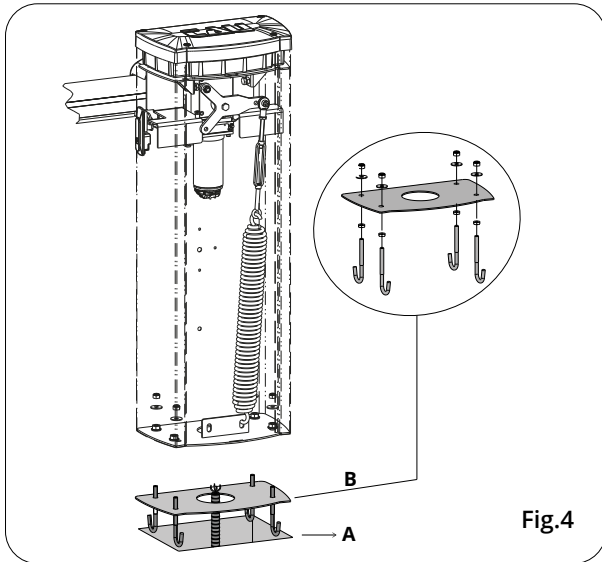

Fig.4
Führen Sie eine rechteckige Platte (A auf Abb. 4) mit geeigneten Abmessungen und Öffnung für den Austritt der Kabel audi forma rettangolare e di adeguate dimensioni prevedendo i fori per l'uscita dei cavi Verwenden Sie nach Möglichkeit eine Fundamentplatte (B auf Abb. 4 und lassen Sie die 4 mitgelieferten Zugstangen in den Zement ein; befestigen Sie anderenfalls den Schaltschrank der Schranke direkt mit 4 Fundamentdübeln M10x120. Die Stärke der Fundamentplatte muss zumindest 10 cm betragen; falls der Untergrund dies erforderlich macht, muss sie verstärkt werden.
Die Schranke kann nach rechts (RE) funktionieren, wenn die Platten wie Abb. 4 montiert ist.
Die Schranke kann nach links (LI) funktionieren, wenn die Platten wie Abb. 4 montiert ist.